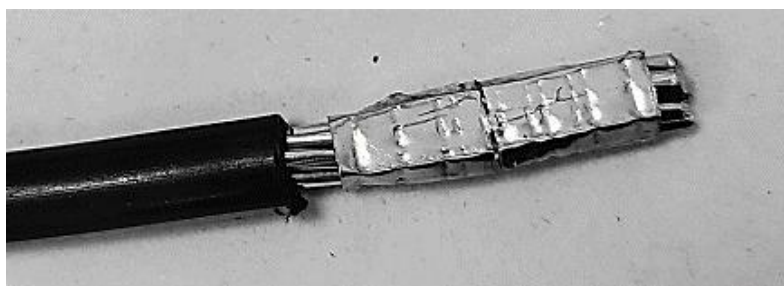

Рисунок 4А – Пример обжата многожильного провода типа СИП
- 5.4 Обжать конец провода наконечником, рекомендуемая форма обжатия – квадрат или прямоугольник (рисунок 4А), рекомендуемый инструмент для обжатия - кримпер.